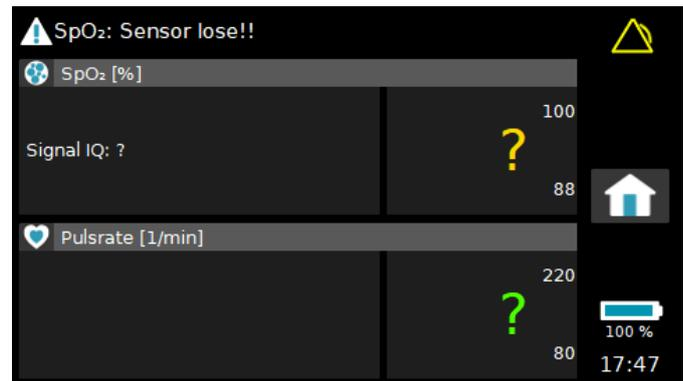

Fig. 33 Informationen auf dem Bildschirm während eines technischen Alarms
- gibt der Bildschirm die folgenden visuellen Informationen aus, wie in Fig. 33 gezeigt:
Wenn die Vitalparameter aufgrund eines technischen Alarms nicht gemessen werden können, werden die Werte für diesen Parameter durch ein Fragezeichen-Symbol ersetzt, wie in Fig. 33 zu sehen ist, wenn sich der Sensor gelöst hat.